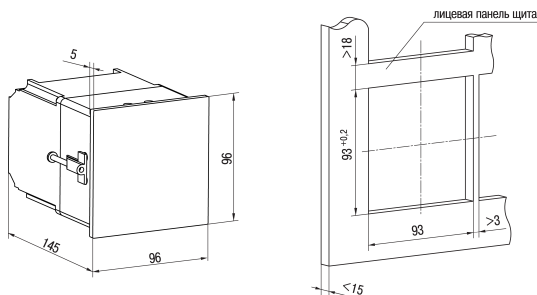

Рисунок 4.2 – Габаритные размеры корпуса Щ4
1. Подготовить на щите управления монтажный вырез для установки прибора (см. *рисунок 4.2*).